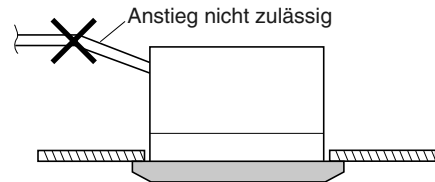

Abb. 3-41
- Das Rohr nicht so einbauen, dass es von der Anschlussstelle aus ansteigt. In diesem Fall fließt das Ablaufwasser zurück in das Gerät, was nach dem Ausschalten eine Undichtigkeit verursacht. (Abb. 3-41)